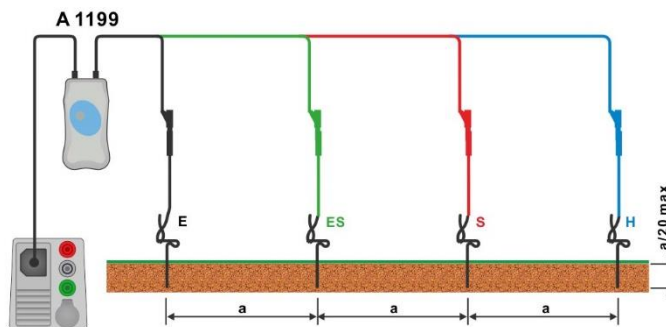

Abbildung 7.78: Messung des spezifischen Erdwiderstands
- › Schließen Sie die Prüfleitungen an den Erdsonden an, siehe **Abbildung 7.78**